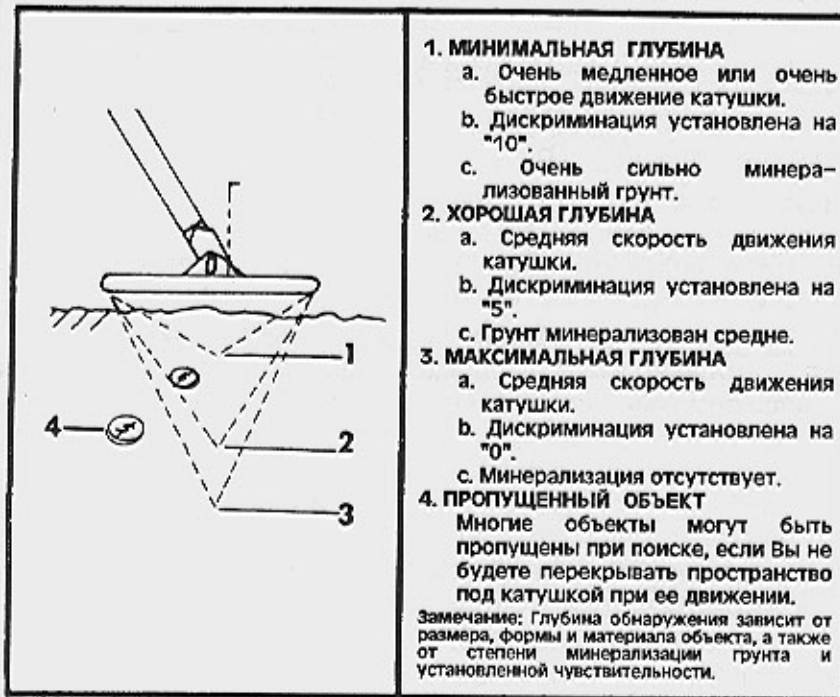

Рис. 7. Зона действия катушки и влияние.
10. На рис. 7 показана зона действия катушки при различных скоростях сканирования
5. При работе на новом участке всегда закапывайте монету и проверяйте ее при различных уровнях дискриминации и чувствительности. При высоких значениях дискриминации может наблюдаться некоторая потеря чувствительности. Чем больше минерализация грунта, тем больше снижение чувствительности. Например, вы сможете определить цент на глубине 15 см при уровне дискриминации равном нулю, однако при точке дискриминации язычков от банок монету можно определить на глубине не более 10 см (рис. 7). Кроме того, минерализация грунта может уменьшить способность прибора точно дискриминировать объект. На сильно минерализованных почвах некоторые объекты из разряда мусора не игнорируются металлоискателем.